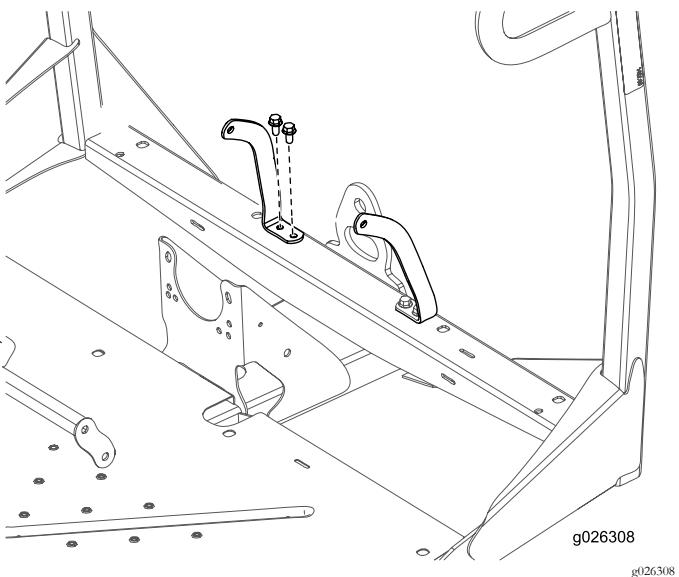

图9
5. 如图9 所示用 4 个螺栓 3/8 x 3/4 英寸和 4 个螺母 3/8 英寸分别将左、右安全带锚栓固定至前机架。